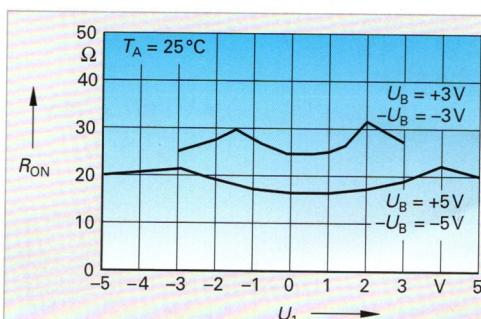

Bild 3: Kanalwiderstand
Zwei wichtige Eigenschaften der Analogschalter sind der Kanalwiderstand im leitenden Zustand  $R_{ON}$  und der Reststrom im sperrenden Zustand  $I_{D(OFF)}$  und  $I_{S(OFF)}$  (**Bild 3**). Beide sind abhängig von  $U_1$ , der Betriebsspannung und der Temperatur.
Ein Analogschalter wird mit  $\pm 5$  V betrieben. An der Source liegt die Eingangsspannung mit 2,5 V. Ermitteln Sie aus **Bild 3** den Kanalwiderstand.
$$R_{ON} = 17 \Omega \text{ (aus Bild 3 abgelesen)}$$
- Ein Analogschalter (**Bild 2**, **Bild 3**) ist an die Betriebsspannung  $\pm 5$  V angeschlossen. Die Eingangsspannung  $U_1$  beträgt 4 V. Wie groß ist der Kanalwiderstand  $R_{ON}$ ?
- Ein Analogschalter **Bild 2** ist mit  $\pm 5$  V betrieben.  $U_1 = -3$  V und  $R_L = 300 \Omega$ . Berechnen Sie mithilfe **Bild 3** die Ausgangsspannung  $U_2$  im eingeschalteten Zustand.